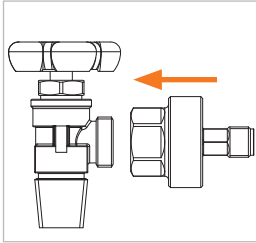

Abbildung 2
- ▶ Stecken Sie die Dichtachse (Pos. 4) gerade auf das Flaschenventil (*Abbildung 2*).